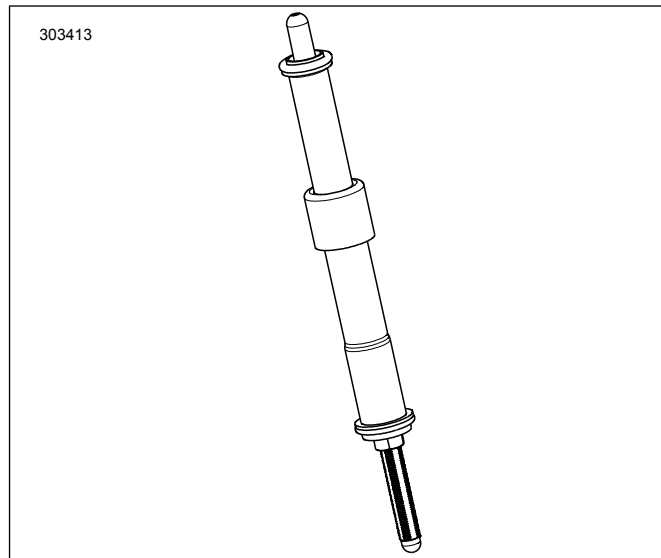

Figura 2. Varilla de empuje instalada en la cubierta de la varilla de empuje
7. Figura 2 Instale las varillas de empuje de admisión en las cubiertas de la varilla de empuje. Reemplace los o-rings, la cubierta inferior de la varilla de empuje y el fijador de la cubierta del resorte con los componentes nuevos suministrados en el kit. Asegúrese de que el extremo ajustador de la varilla de empuje esté hacia abajo.